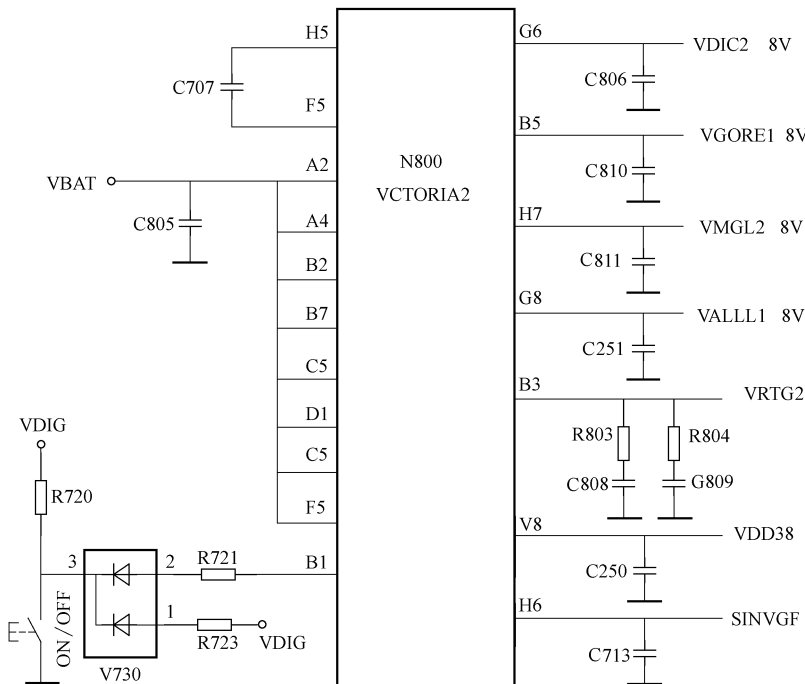

图 5-115 电阻 R721 相关电路截图
- 1) T618 型手机无电流反应主要有两个原因：①电池供电通路断线；②开机线路不正常。
- 2) 电阻 R721 相关电路截图如图 5-115 所示。